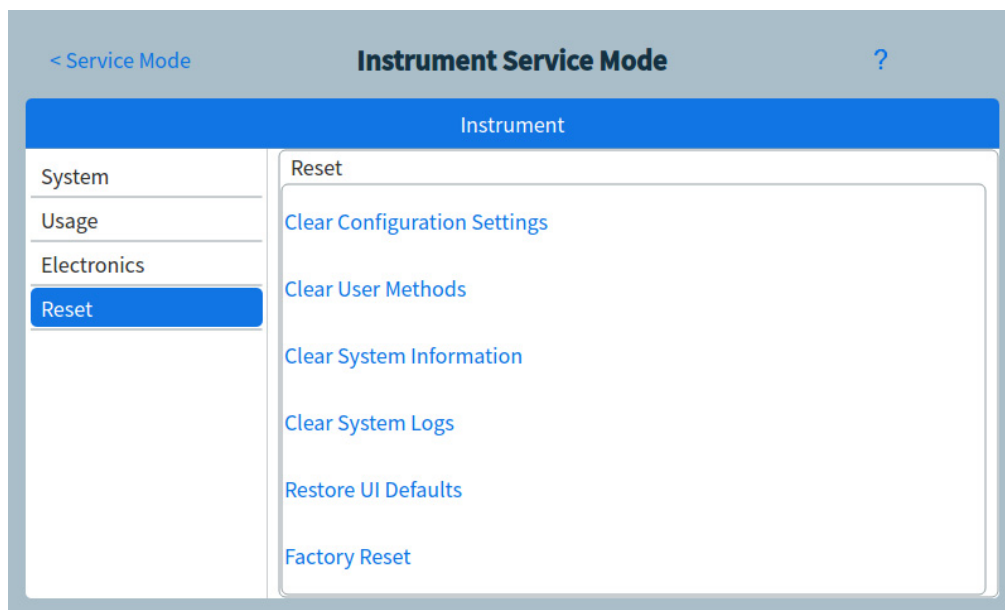

Figura 37 Página Reset
- 1 En la página System Settings, pulse el botón de selección de página **Reset**. Se abrirá la página Reset. Consulte Figura 37.